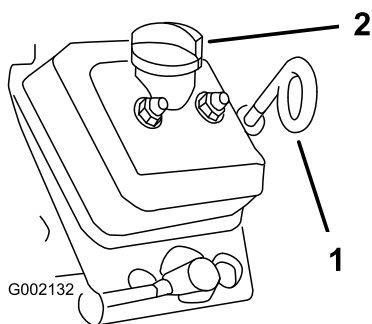

Figura 33
3. Usate un panno per pulire attorno all'asta di livello e al tappo di riempimento (Figura 33) in modo che la morchia non possa penetrare nel tubo dell'asta o nel collo del bocchettone e danneggiare il motore.
4. Estraeete l'asta di livello e pulitela (Figura 33).
5. Inserite l'asta di livello nel tubo e verificate che sia inserita a fondo (Figura 33).
8. Montate il tappo di rifornimento (Figura 33).
9. Rimontate l'asta di livello dell'olio e inseritela a fondo (Figura 33).